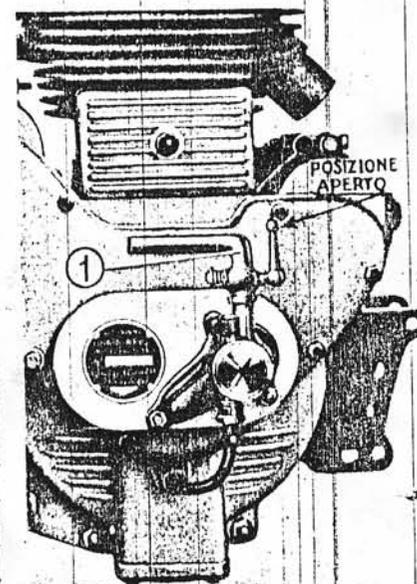

Fig. 8
Aprire il rubinetto (1) fig. 8 del tubo di mandata olio alla pompa. Detto rubinetto deve essere chiuso quando il motociclo rimane fermo per parecchie ore. Il motore si avvierà sempre prontamente se si seguiranno le seguenti istruzioni: